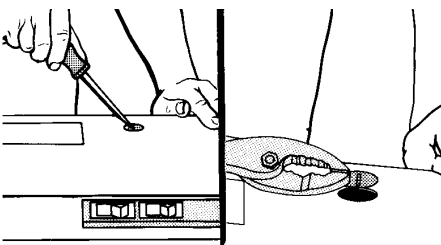

FIG. 3
- (40000 hood **ONLY**) Remove duct knockout. Insert screwdriver under edge of knockout, break tabs, and peel knockout back with pliers. (FIG. 3)
- (40000 hood **ONLY**) Install damper/duct connector over opening made in STEP 4. Use #8B sheet metal screws provided. (FIG. 3)
- (**SOLAMENTE** extractores modelo 40000) Retire el tapón trasero superior. Coloque un desarmador debajo del extremo del tapón, rompa los apéndices y retire el tapón con unas pinzas. (FIG. 3)
- (**SOLAMENTE** extractores modelo 40000) Instale el conector del ducto/regulador sobre la abertura hecha en el PASO 4. Utilice el tornillo de lámina negra #8B proporcionado en la bolsa de plástico. (FIG. 3) (**SOLAMENTE** extractores modelo 42000) Instale el regulador Modelo 87 (comprado por separado) sobre la abertura en la parte superior del extractor. (Campana de 4200D **SOLAMENTE** - Instale regulador de 7 pulg. (incluido) sobre la abertura en la tapa de la campana.